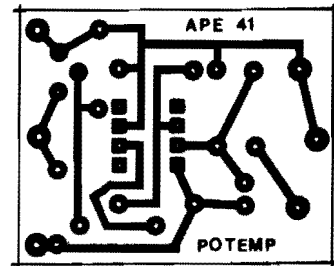

Fig. 2
- FIG. 2 - LAY OUT DO CIRCUITO IMPRESSO - Embora tenhamos enfatizado as intenções de miniaturização, notem os Leitores/Hobbystas que nem por isso a configuração de ilhas e pistas ficou "apertada" ou super-condensada... Isso ocorre por que o circuito utiliza uma quantidade extremamente modesta de componentes (outro fator importante na redução final do custo do projeto...), facilitando a implementação em plaquinha pequena, sem com isso incorrer em "espremeamentos" excessivos... A figura mostra, em tamanho natural (escala 1:1) a face cobreada, com o padrão que deve ser cuidadosamente copiado sobre uma plaquinha virgem (quem quiser "fugir" desse trabalho de reprodução/confecção da placa, poderá recorrer ao prático sistema de KITS, oferecido pela Concessionária Exclusiva, EMARK ELETRÔNICA - vejam anúncio em outra página da presente APE...). O importante - como sempre - é verificar-se cuidadosamente a placa ao final da